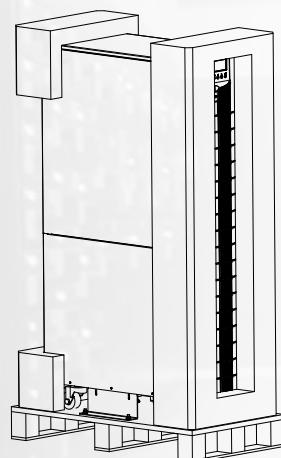

Рис. 2-3 Распаковка
3. Распакуйте шкаф, как показано на рис. 2-3.